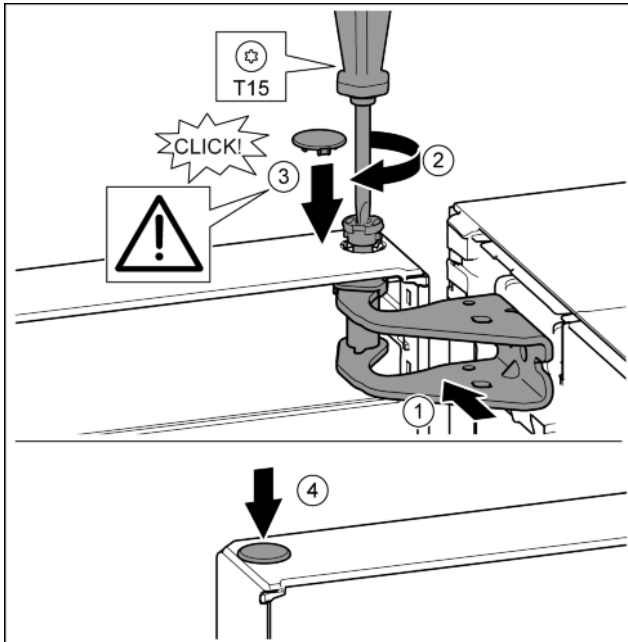

Fig. 21
- ▶ Дверь сверху выровнять по отверстию в опорном кронштейне. Fig. 21 (1)
- ▶ Вставить палец и затянуть отверткой T15. Fig. 21 (2)
- ▶ Установить предохранительную крышку для защиты двери: вставить предохранительную крышку и проверить, прилегает ли она к двери. В ином случае вставить палец полностью. Fig. 21 (3)
- ▶ Вставить заглушку. Fig. 21 (4)